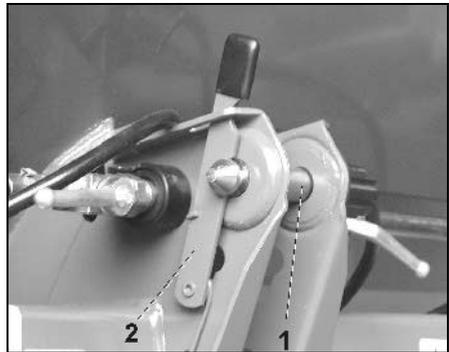

Fig. 16
- ZA-M Hydro: Oberlenker mit Einsteckbolzen (Kat. II) (Fig. 16/1) abstecken und mit Verriegelungshebel (Fig. 16/2) sichern.
**Verriegelungshebel muss einrasten!** (Fig. 16)